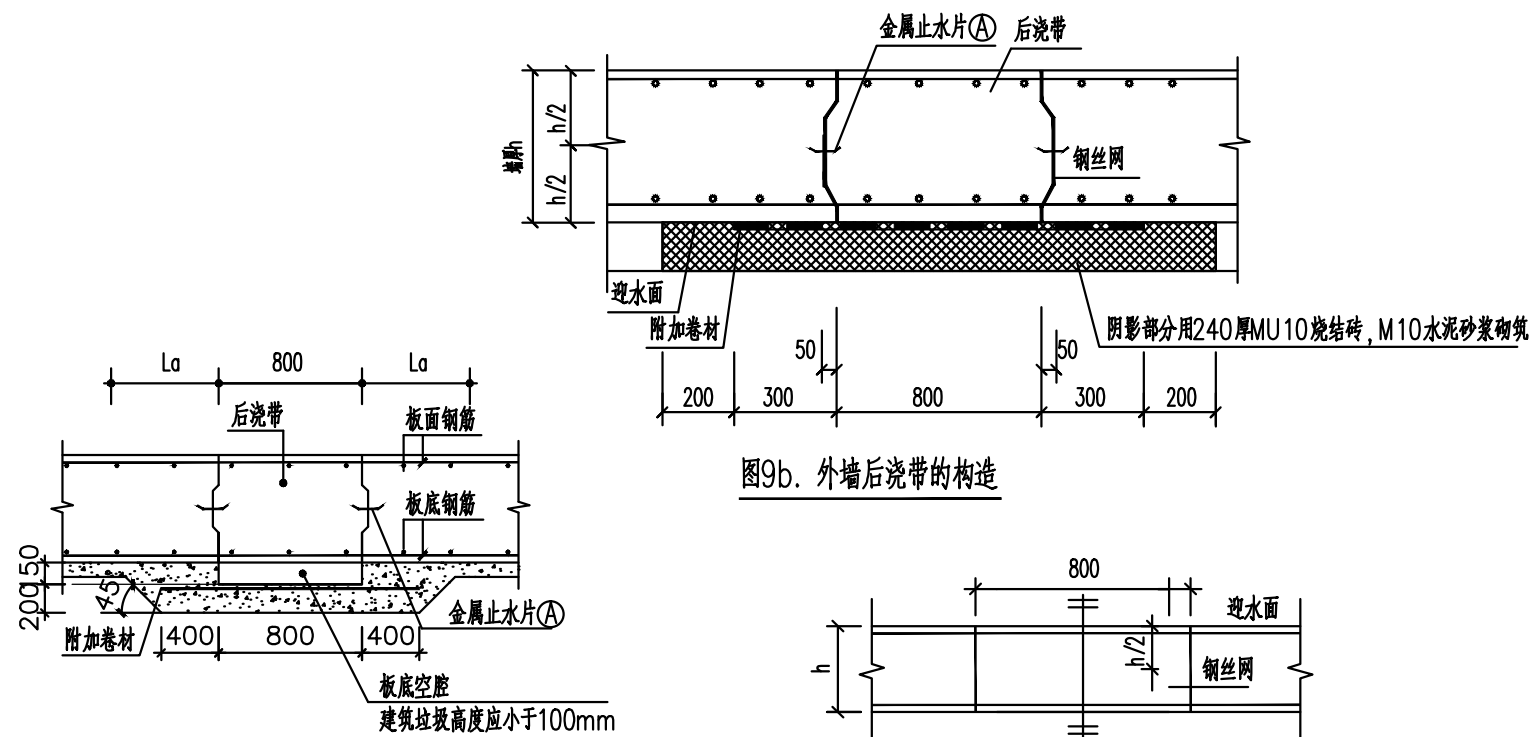
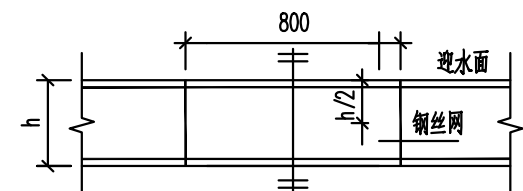

图9a. 底板后浇带的构造
图9c. 顶板后浇带的构造
6.2 后浇带: 后浇带的位置及宽度详结构平面图, 施工时后浇带处的钢筋不可断, 先浇筑带外混凝土, 待外面的混凝土达到设计强度后, 方可进行后浇带的施工, 填充用膨胀混凝土的性能应满足下表的要求, 后浇带的做法构造如下图9a、图9c。